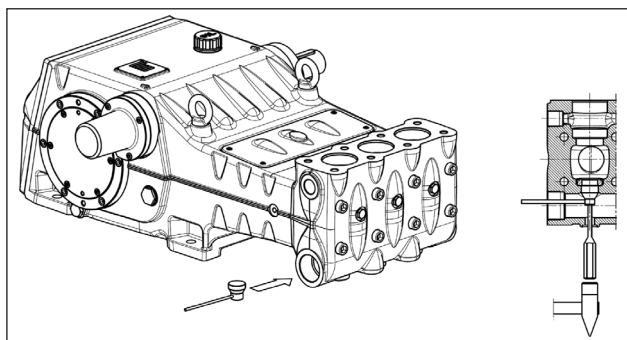

图 113
如果吸入阀组件的抽取特别困难（例如，由于泵长时间不活动导致结垢），请使用提取工具（代码27516200）（用于LK36-LK40-LK45）或（代码27516300）（用于LK50-LK55-LK60）（位置①，图 113）并按照指示操作。